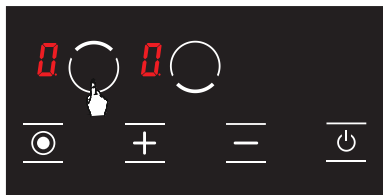

Рисунок 15
2. Нажмите кнопку выбора верхней конфорки () еще раз. (см. Рис. 15)